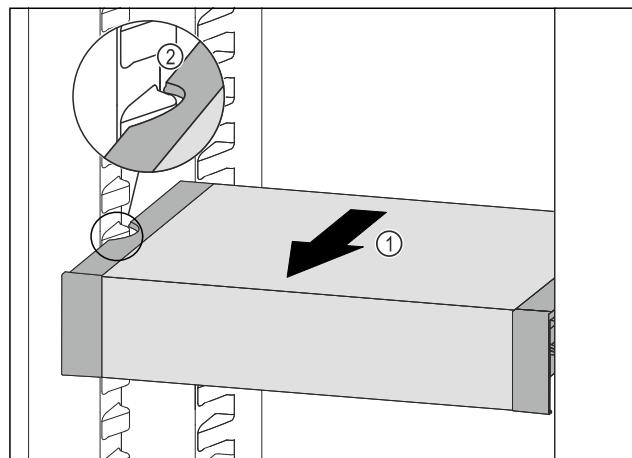

Fig. 102
- Predal VarioSafe povlecite naprej Fig. 102 (1), dokler nista stranska izreza predala VarioSafe na višini nastavka za posodo v hladilniku. Fig. 102 (2)